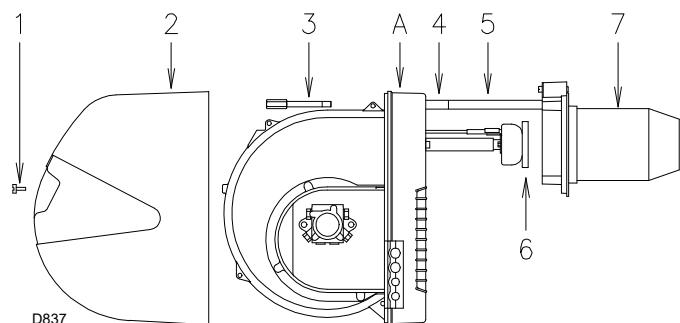

Fig. 30
- Verwijder de schroef 1) (Fig. 30) en verwijder de kap 2).